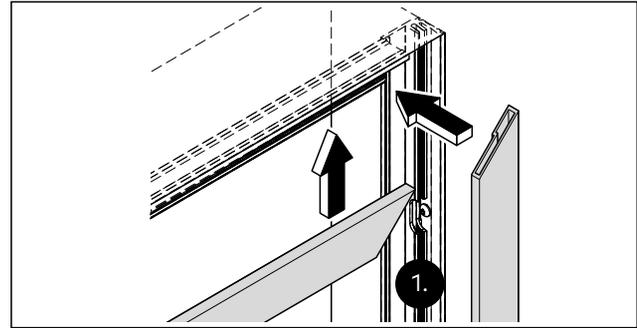

Abb. 23 Beispiel für die Montage der Fixverglasungs-Adapterprofil auf Eckstoß mit Gehrung
1. Die Fixverglasungs-Adapterprofil positionieren (Abb. 23).